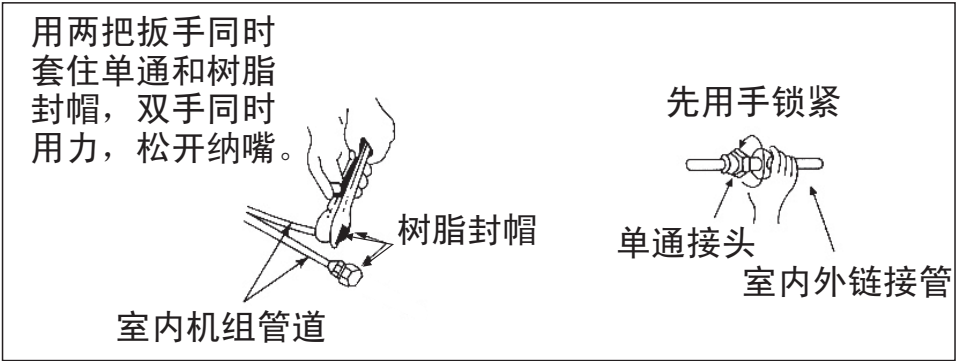

图18
- (1) 将树脂封帽拆开，如图18所示。
- (2) 连接时，应在单通螺牙及管的喇叭口上涂少许冷冻润滑油，以防螺牙损坏，且按图18所示对准管道拧紧。